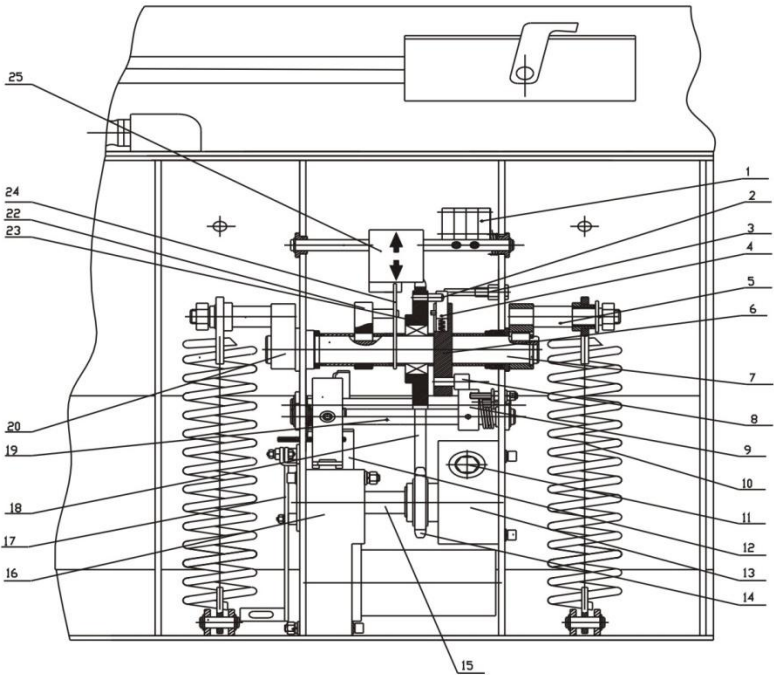
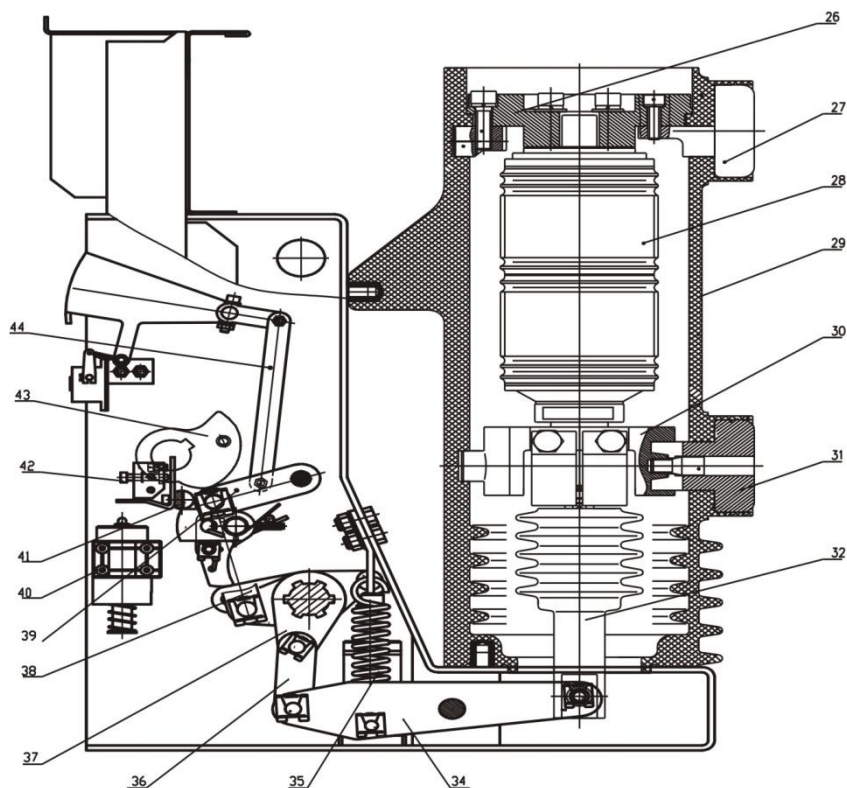

图 1
图 2
断路器在合闸位置时主回路电流路径：（参见图2）
6.2 操动机构（参见图1、图2）